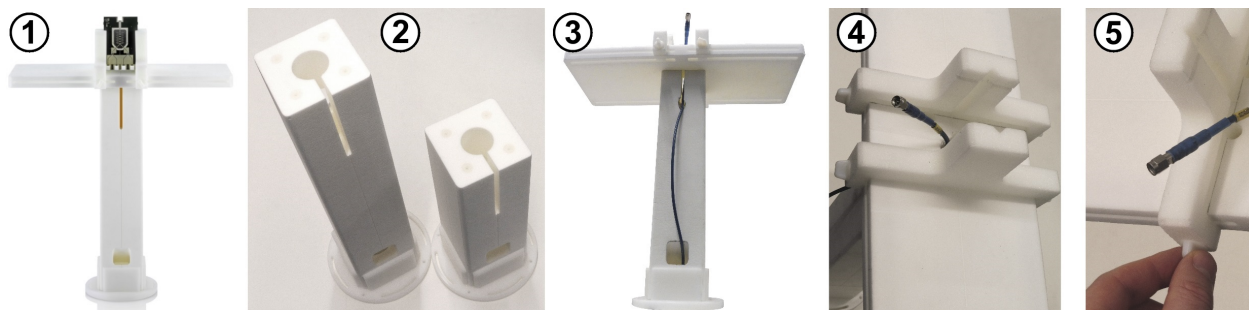

Figure 7-7 : Support Rohacell avec fixations du dessus du plateau et attaches ajustables
1. Dévissez les 4 vis polymère des fixations ajustables (notées 4 dans Figure 7-7).
4. Verrouillez les fixations en position en serrant les vis à la main (5).